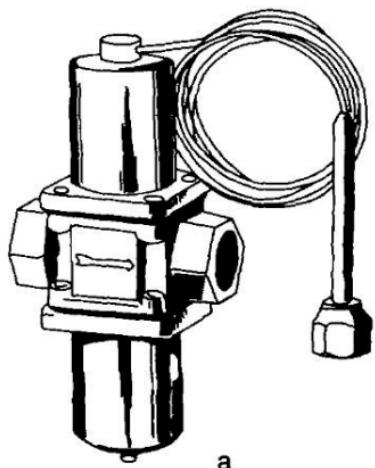

Рис. 49. Водорегулирующий вентиль:
14.4. Водяные конденсаторы иногда оснащены водорегулирующим вентилем (рис. 49). В процессе эксплуатации внутренние поверхности этого вентиля покрываются накипью, и он выходит из строя. Если это случается, то вентиль снимают, ремонтируют или заменяют. После ремонта или замены, его регулируют на заданное давление нагнетания.